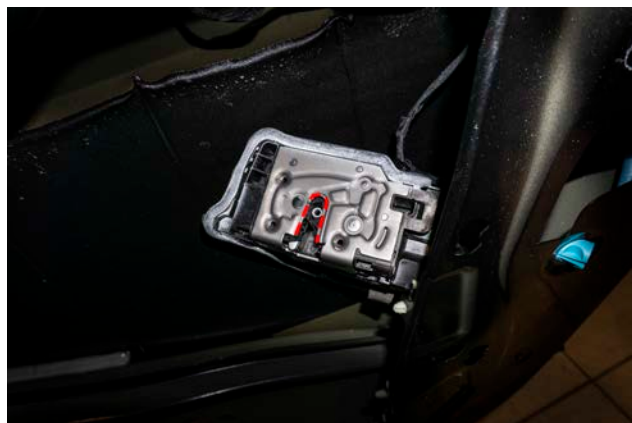

Рисунок 14 – Направляющие штатного замка
2. Для установки пластины доводчика на штатный замок, необходимо обеспечить ровное прилегание к замку → сточить направляющие заподлицо, предварительно зажав замок в тиски (рис. 14).